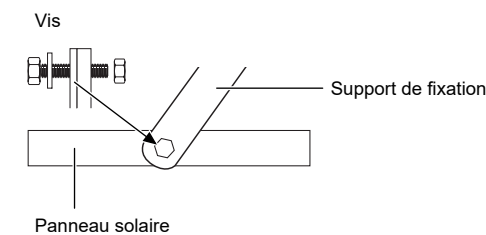

Fig. B1 : Installation du support du panneau solaire (N° : 3156506)
2. N° : 3156506 : Installez le support de montage du panneau solaire sur le panneau solaire à l'aide des vis, rondelles et écrous fournis. Voir la figure B1 pour plus de détails.